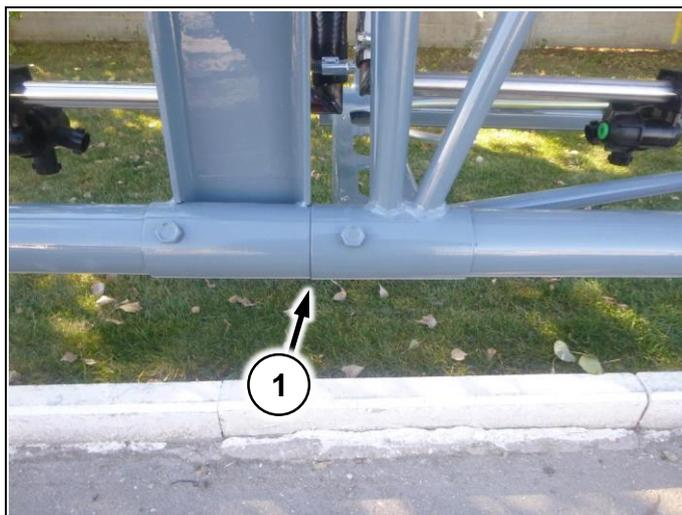

Рис. 133
3. Вращая гайки отрегулируйте зазор между корневой и концевой секцией штанг 2-3мм. (Рис. 133/1)